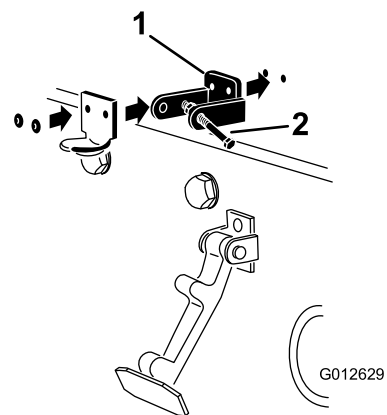

Figure 33
3. Alignez les trous de montage, puis positionnez le support de loquet CE et le support de loquet du capot sur le capot. Le support de loquet doit être en appui contre le capot (Figure 33). Ne retirez pas le boulon et l'écrou du bras de support de loquet.
5. Rivetez les supports et les rondelles sur le capot (Figure 33).